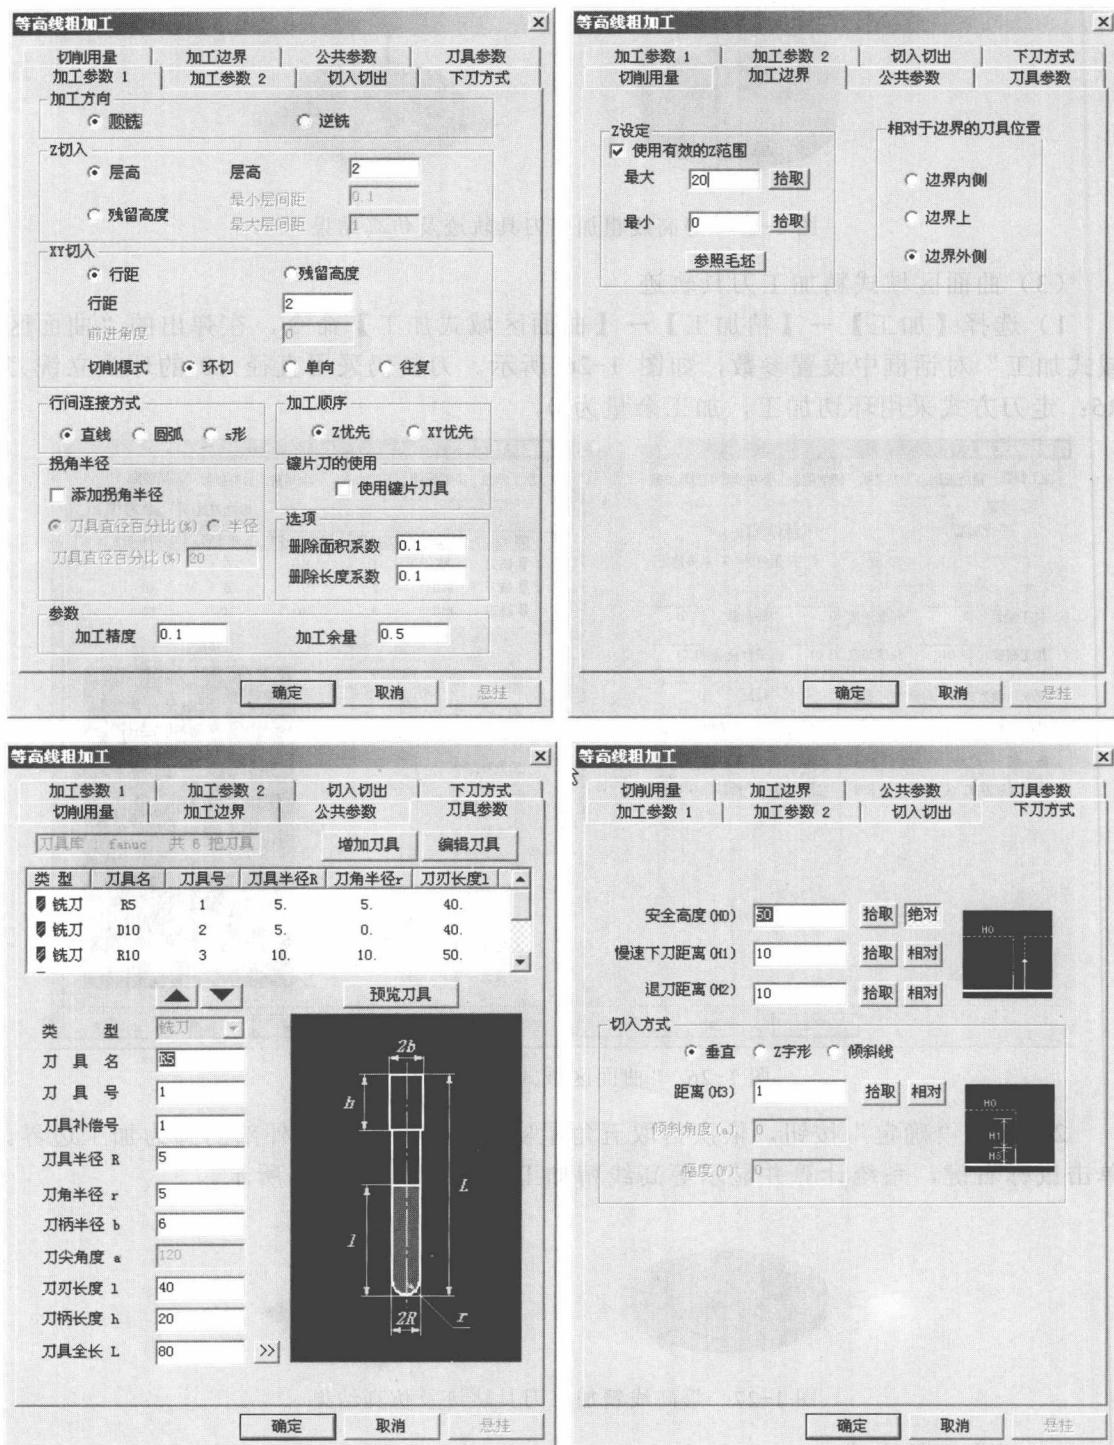

图 1-24 “等高线粗加工”对话框
1) 选择【加工】→【粗加工】→【等高线粗加工】命令，在弹出的“等高线粗加工”对话框中设置参数，如图 1-24 所示。刀具采用直径 10 的球头立铣刀 R5，刀刃长度设为大于五角星高度的 40；加工边界从五角星结构开始的 Z 轴零点开始，下方为圆柱不需加工；加工余量设为 0.5。